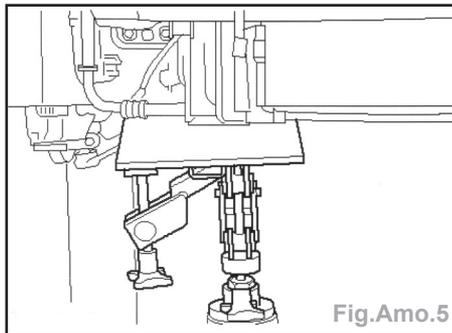

Fig.Amo.5
- Soutenir le radiateur à l'aide d'une cale de bois et d'un cric (Fig.Amo.5).